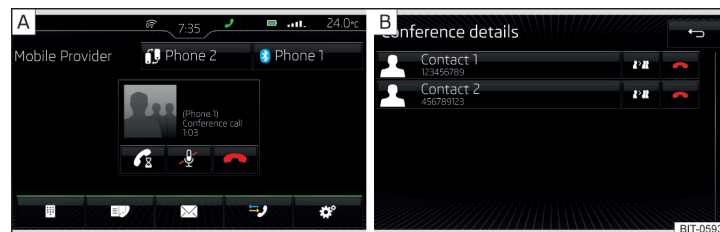

Fig. 190 Conferencia / Detalles de conferencia
► Durante la conferencia actual pulsar la superficie funcional  » fig. 190 - .
Se muestra una lista de los otros participante de la conferencia. En función del tipo de teléfono se pueden seleccionar la funciones siguientes » fig. 190 - .